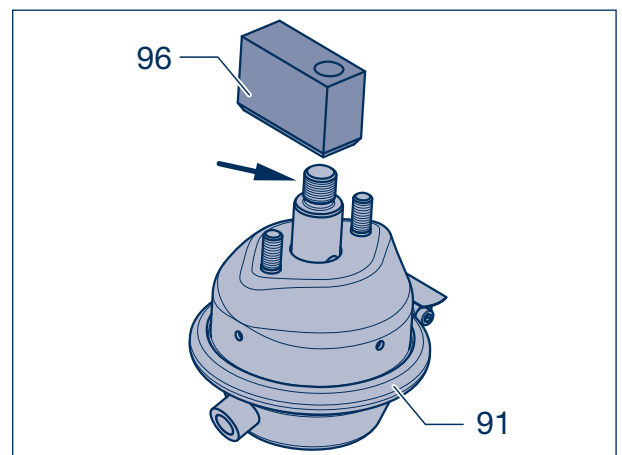

Figure 2
- [6] Lors du montage du bloc de verrouillage (96), étendre du Loctite AVX sur le filetage (figure 2, flèche) exempt de graisse et serrer jusqu'au bout.
- [7] Poser sur la console le vase à diaphragme (91) avec sa cale (96) et ses rondelles d'écartement (91/1). Utiliser des rondelles et des écrous 6 pans M 12 x 1,5 - surplat 24.